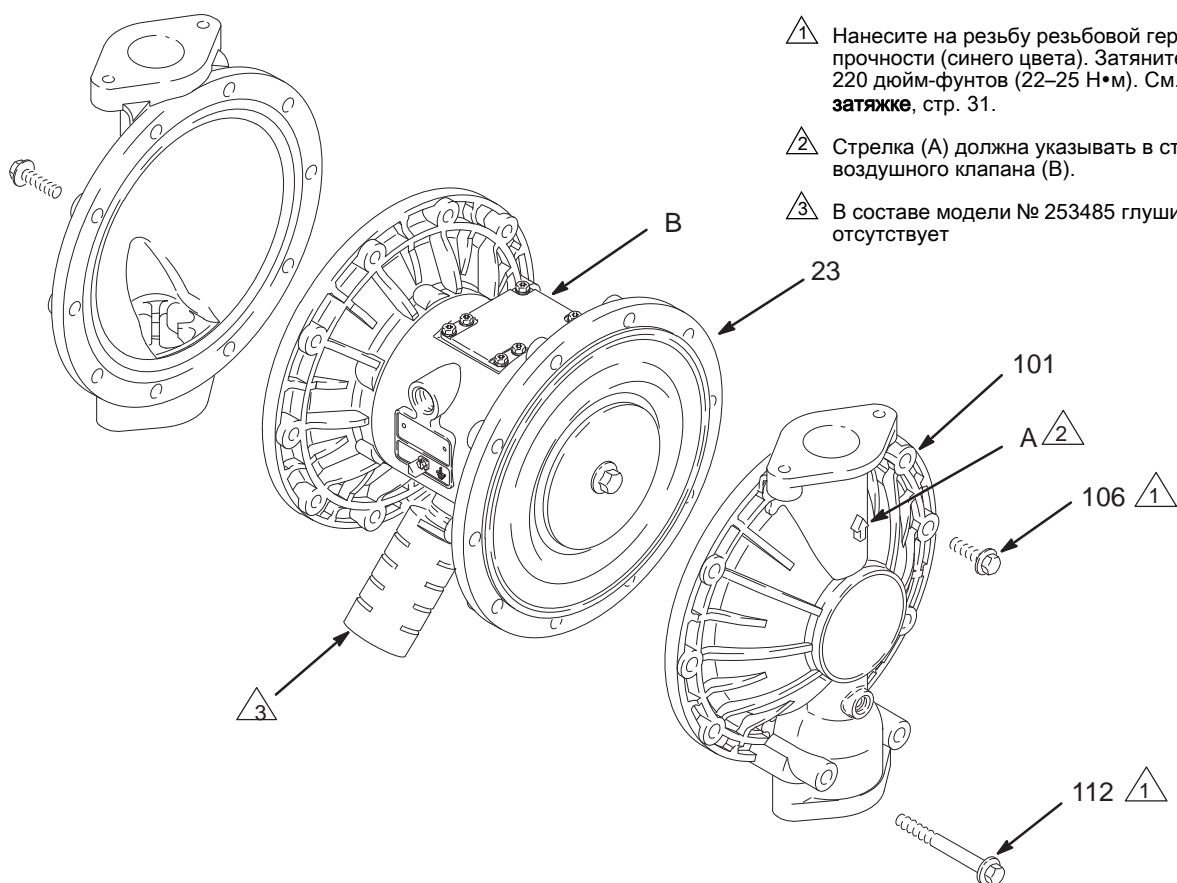

Рис. 11
3. С помощью торцевого ключа на 13 мм выверните винты (106 и 112) крепления крышек жидкостной секции (101) к крышкам воздушной секции (23). Извлеките из насоса крышки (101) жидкостной секции. См. Рис. 11.
6. Совместите крышки жидкостной секции (101) и центральный корпус (1) таким образом, чтобы стрелки (A) на крышках указывали в том же направлении, что и воздушный клапан (B). Нанесите резьбовой герметик средней прочности (синего цвета) или эквивалентный на резьбу винтов (106) и (112) и вручную затяните крышки винтами. Установите удлиненные винты (112) в нижних отверстиях крышек. См. рис. 11. С помощью торцевого ключа на 13 мм затяните винты равномерно на одинаковой высоте друг напротив друга с усилием 190–220 дюйм-фунтов (22–25 Н•м). См. **Инструкции по затяжке**, стр. 31.